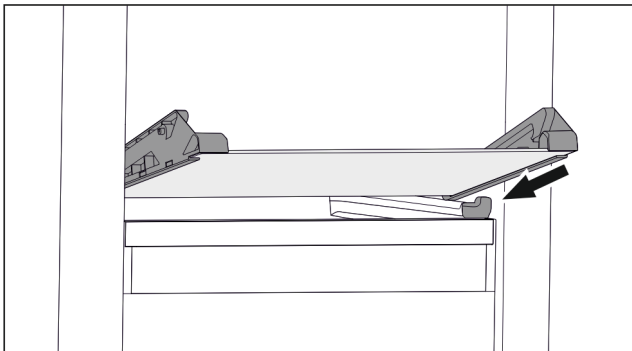

Fig. 42 Стъклена плоча на наклонящото се чекмедже
- ▶ Поставете стъклената плоча под ъгъл зад ограничителите. (виж Fig. 42)